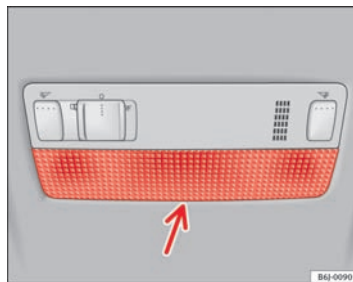

Fig. 165 Læselampe foran
- Før den flade klinge af en skruetrækker ind mellem huset og glasset ⇒ Fig. 165.